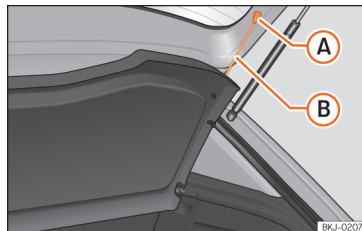

Fig. 139 Na bagageira: desmontar e montar a chapeleira.
- Desengate os tirantes de fixação »» **Fig. 139** (A).
- Engate os tirantes de fixação »» **Fig. 139** (B) na porta da bagageira.